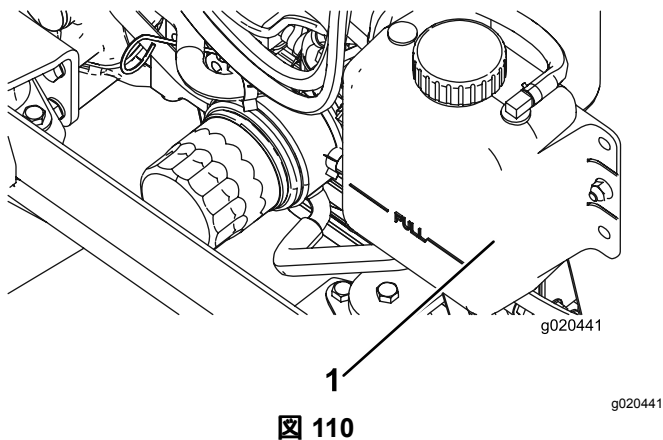

図 110
1. ラジエーターと補助タンクのふたを注意深く開ける **図 110**。